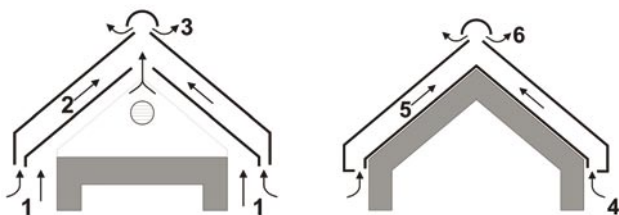

Рис. 6
Вентиляционная система состоит из (см. рис. 6) : отверстия для притока наружного воздуха (1); каналов над кровельной пленкой для его циркуляции (2), вытяжных отверстий в верхней части кровли (3).
Вентиляционная система состоит из трех основных элементов: отверстия для притока наружного воздуха (4), каналов над теплоизоляцией для его циркуляции (5) и вытяжных отверстий в верхней части кровли (6) (см. рис. 6).